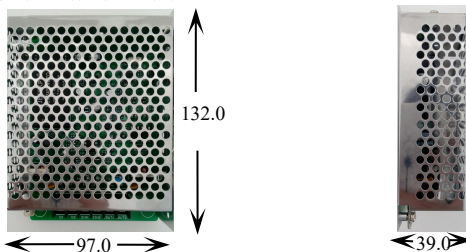

图 1 外观结构及安装尺寸
- 1、外观结构如图 1 所示，单位：mm。
- 2、CAN 扩展接口安装如图 1 所示。CAN 扩展接口用于联网主机 1 拖 2 扩展时, 应安装在联网主机内; CAN 扩展接口作为中继使用时, 应安装于距离控制器 CAN 总线输出端线长 1000m 以内; 采用螺钉固定, 室内安装。